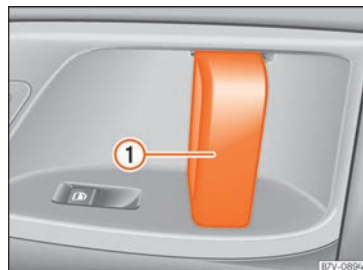

Abb. 98 An der Schiebetür: Türgriff ①.
- Bei entriegelter Schiebetür den Türinnengriff ziehen und Schiebetür vollständig aufschließen »» **Abb. 98 ①**.